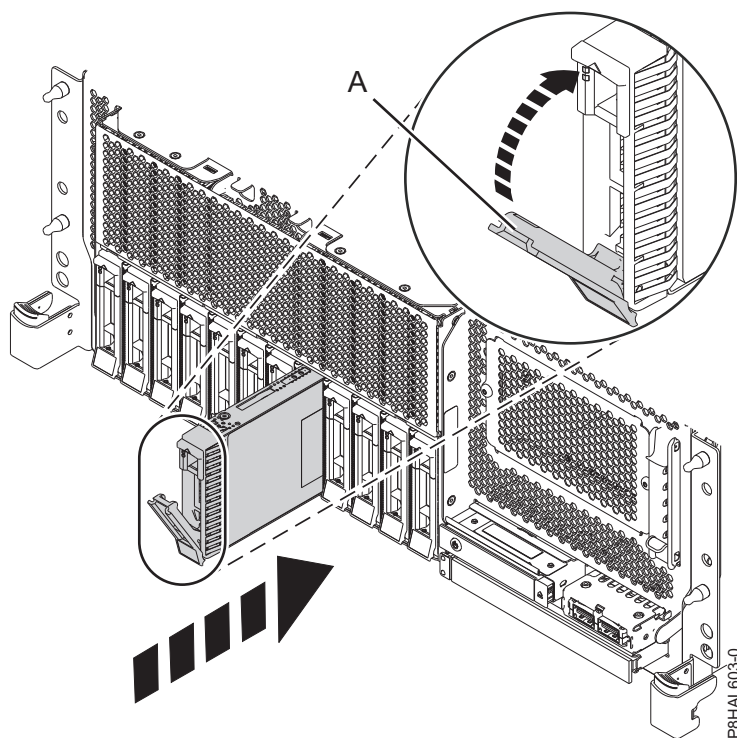

Figura 79. Substituir uma unidade de disco num sistema de função base montado em bastidor
3. Desbloqueie a pega do compartimento de unidade (**A**) apertando-a e puxando-a para fora. Se a pega não estiver completamente fora, a unidade não deslizará para dentro do sistema. Consulte a Figura 79, Figura 80 na página 90, Figura 81 na página 91 e a Figura 82 na página 92.
7. Quando o LED identificador permanece ligado, deslize a unidade completamente para o sistema e empurre a pega de transporte da unidade (**A**) até bloquear, como é apresentado na imagem que se segue. Figura 79, Figura 80 na página 90, Figura 81 na página 91 e Figura 82 na página 92.